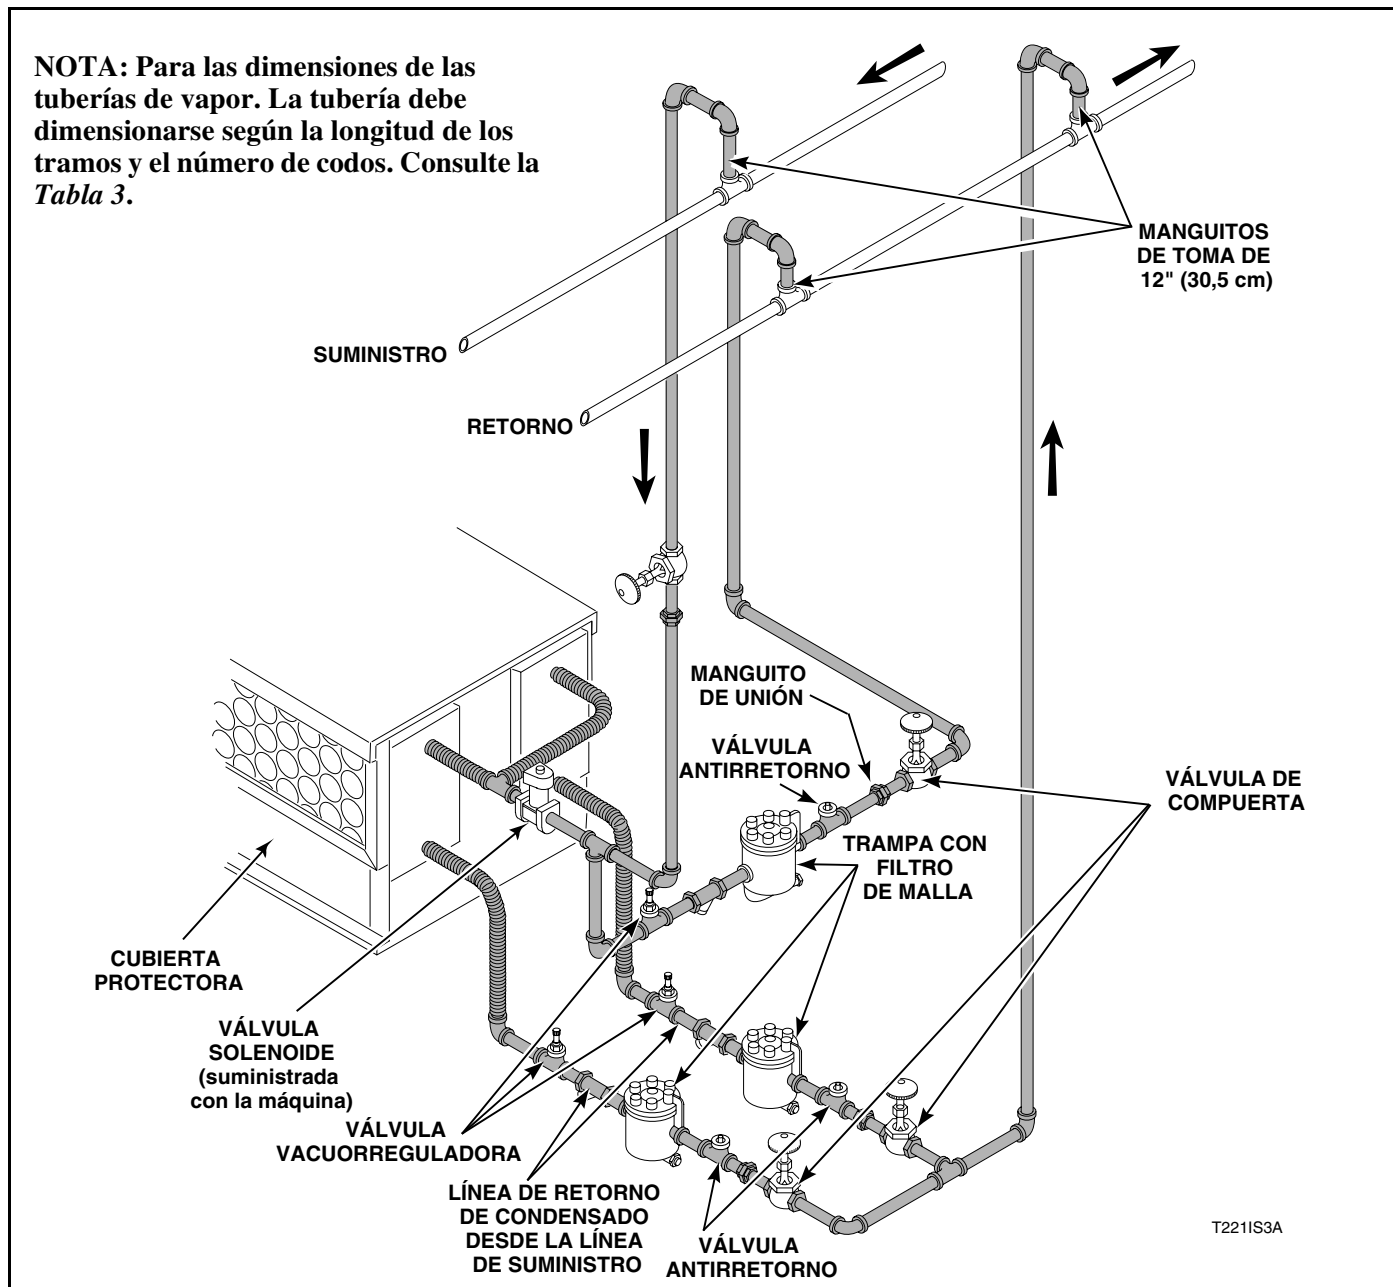

Figura 9
1. Consulte en la *Figura 9* las configuraciones apropiadas para tubos de vapor.
- Conecte la válvula de solenoide de vapor a la conexión de entrada del serpentín de vapor con boquillas, mangueras flexibles, uniones, y uniones en T. Consulte la *Figura 9*.
- Instale una válvula de compuerta de cierre en la línea de suministro de vapor. Conecte la salida de la válvula de compuerta de cierre a la conexión de entrada de la válvula de vapor del solenoide. Consulte la *Figura 9*.
El purgador de condensado debe estar instalado y las conexiones de salida del serpentín deben conectarse a las líneas de retorno de condensado. Los pasos siguientes describen el procedimiento para la instalación del purgador de condensado y la conexión de las líneas de retorno de condensado. Consulte la *Figura 9*.